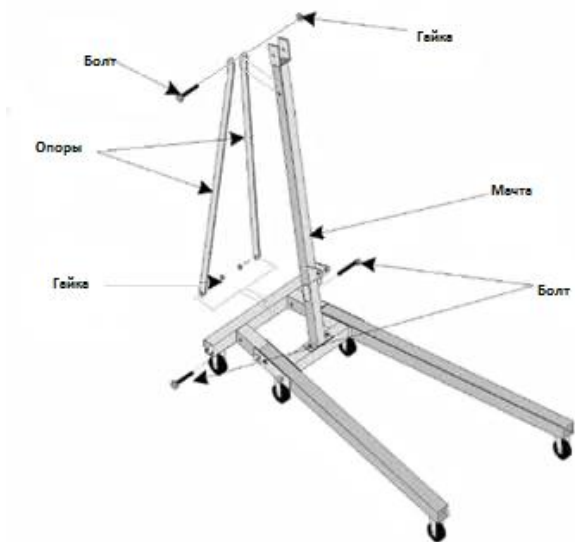

Рис.3
4. Закрепите основание при помощи гаек и болтов (См. Рис. 3).